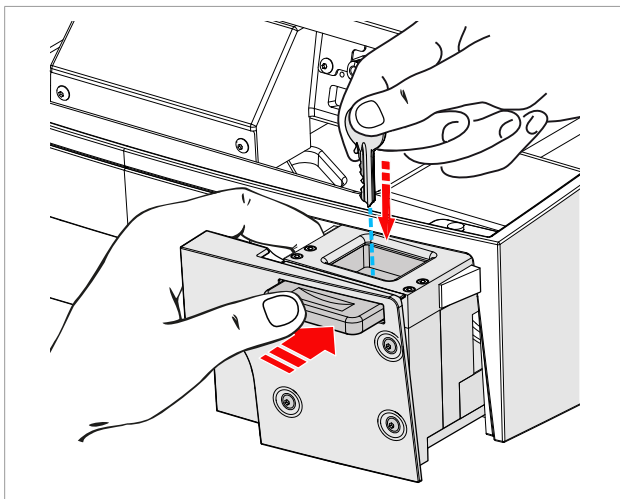

Fig. 75
- 3) Plaats de te lezen sleutel met de andere hand (Fig. 75).